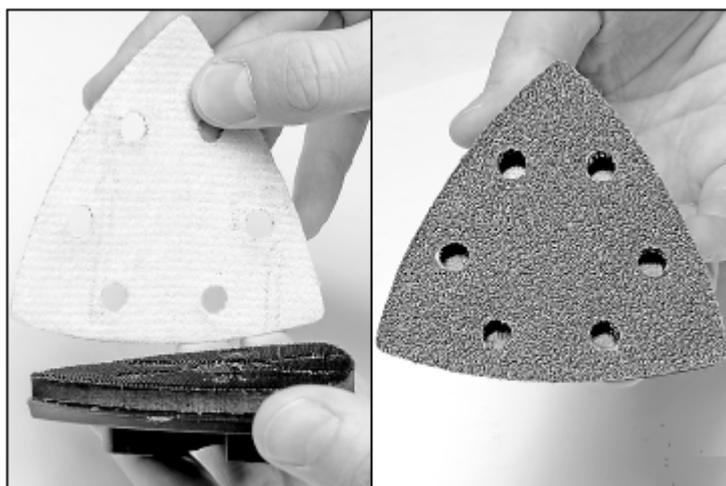

Рис. 7
1. Поместите на основание дельта подошвы шлифлист, совместив отверстия для пылеудаления на шлифлисте и подошве (рис. 7). Прижмите рукой шлифлист, затем, надавите на плоскую поверхность шлифлиста (это действие обеспечивает хорошее прилипание и предотвращает преждевременный износ шлифлиста).